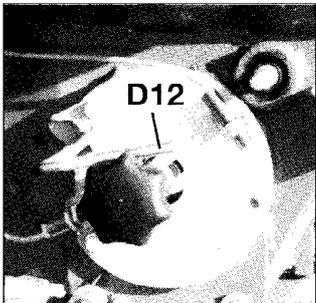

Fig. 14
- Hebel waagrecht stellen (vorn einrasten Fig. 14) - Grobdosierrad arretiert